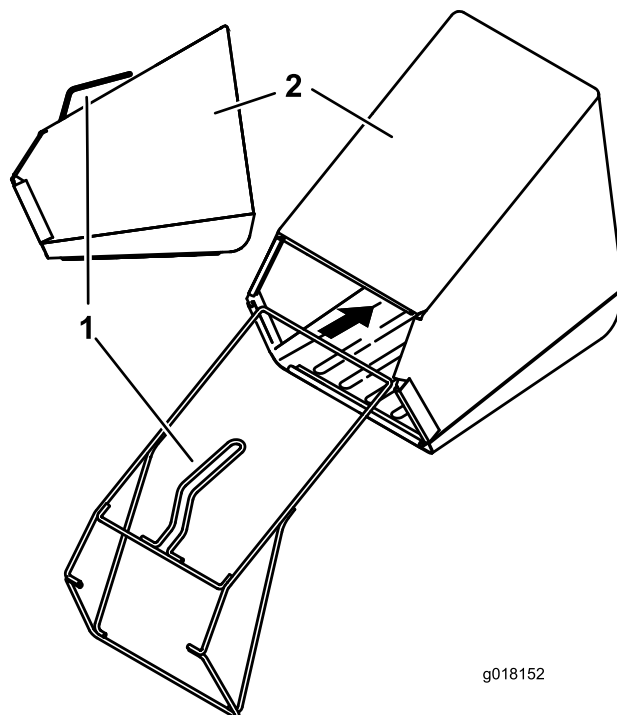

Figura 4
1. Insira a estrutura no saco de relva, mantendo a pega acima do saco de relva (Figura 4).